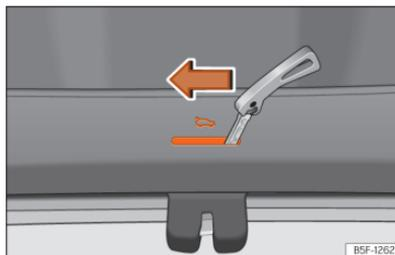

Abb. 83 Ausschnitt Gepäckraum:
- Führen Sie den Schlüsselbart in den Schlitz ein und drehen Sie den Schlüssel in Pfeilrichtung, bis sich das Schloss öffnet >>> (**Abb. 83**), >>> (**Abb. 84**).